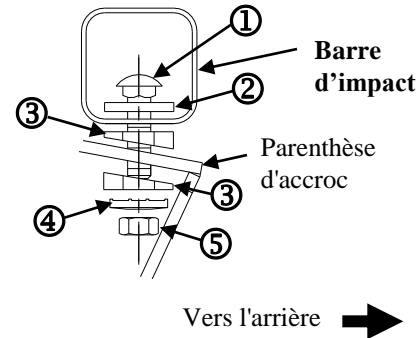

Figure 2.
①	Qté. (2)	Boulon de carrosserie 1/2-13 X 2.25 GR5	⑤	Qté. (2)	Ecru hexagonal 1/2-13
②	Qté. (2)	Espaceur	⑥	Qté. (2)	Boulon hexagonal 1/2-13 X 1.50 GR5
③	Qté. (4)	Biseauté Espaceur	⑦	Qté. (2)	Écrou de levier
④	Qté. (4)	Rondelle conique	⑧	Qté. (2)	Fil de tirage
- Fixer les blocs avec du ruban avant de soulever l'attelage en position. Orienter le blocs comme illustré. Voir la Figure 2.